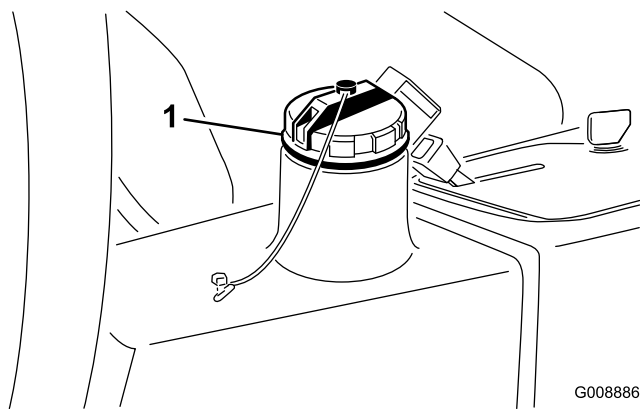

Рисунок 60
3. Залейте в гидравлический бак (Рисунок 60) приблизительно 13,2 литра гидравлической жидкости; см. раздел «Проверка гидравлической системы».